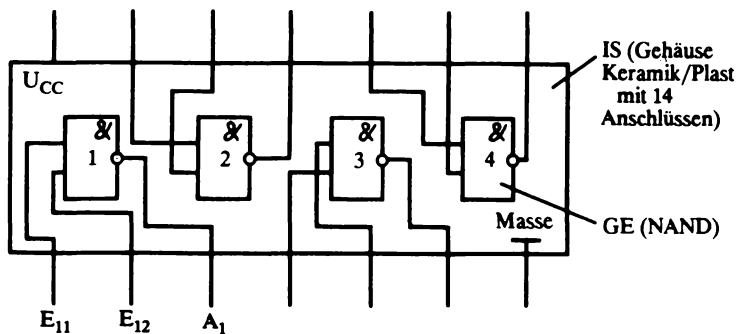

Abb. 4. SSI – Schaltkreis (4-fach-NAND: D100 in der DDR;
2. Abb. 4 macht deutlich, daß bei SSI-Schaltkreisen mehrere gleichartige Schaltungen auf einem Halbleiterchip angebracht sind, die miteinander nur die Versorgungsspannung U_{CC} , den Massenanschluß und die Herstellung auf der gleichen Kristalloberfläche gemeinsam haben. Sonst sind sie funktionell entkoppelt. Das bedeutet aber, daß jede einzelne Schaltung sowohl mit ihren Ausgängen als auch mit ihren Eingängen an die Betriebsbedingungen auf der Leiterplatte bzw. darüber hinaus angepaßt sein muß: